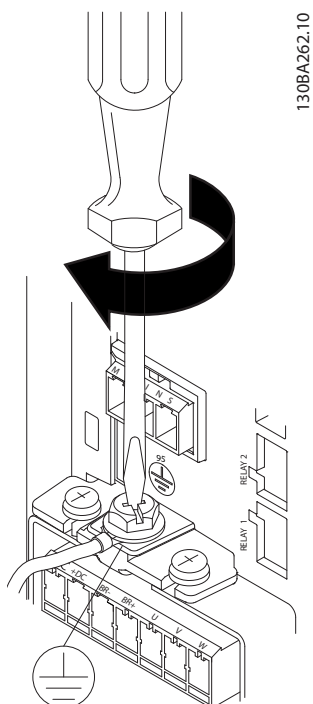

Ilustración 3.9 Montaje del cable de toma de tierra
- Monte el cable de toma de tierra como se muestra en la *Ilustración 3.9*.